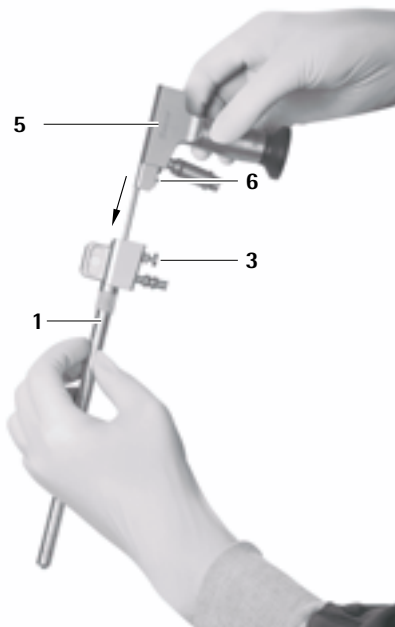
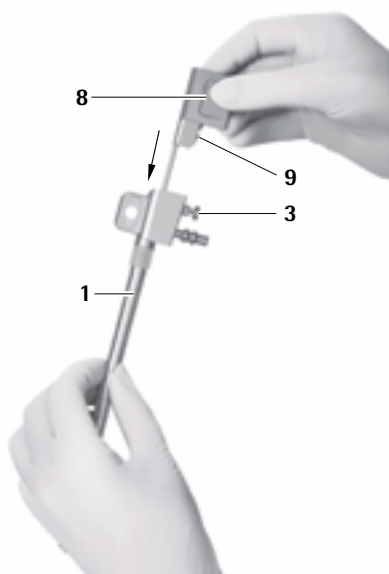

Fig. 14
Fig. 15
- Accertarsi che il perno di bloccaggio 6 dell'endoscopio 5 e/o il perno di bloccaggio 9 dell'otturatore per il canale dell'ottica 8 si trovi sullo stesso lato del pulsante di rilascio 3 del trocar MINOP inVent 1, vedere Fig. 14 e vedere Fig. 15.